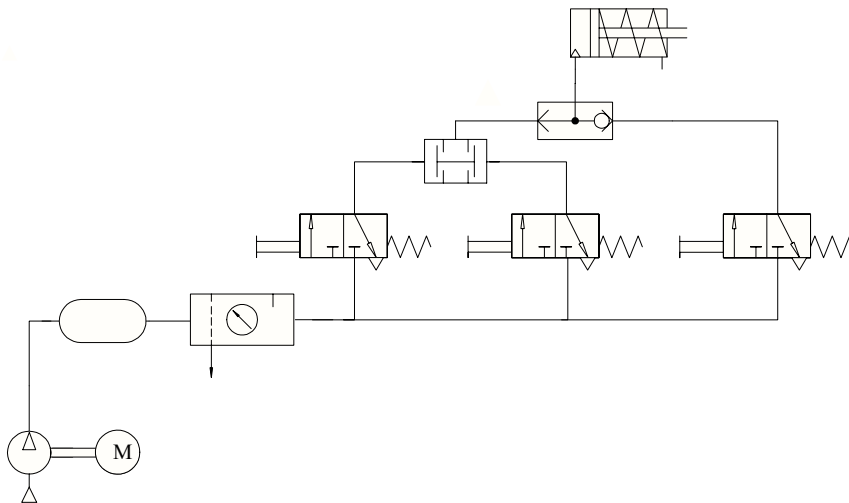

Figura 8.2. Actuación remota de un actuador.
6. Construir el circuito neumático que muestra en la figura 8.2.